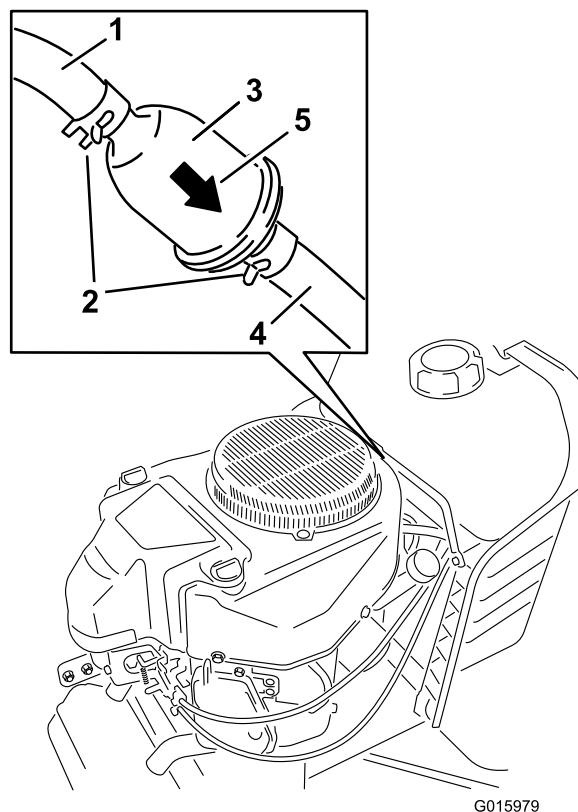

Figure 23
3. Soulevez le capot et repérez le filtre à carburant entre le réservoir et le moteur (Figure 23).
4. Pincez les extrémités des colliers et faites glisser ceux-ci pour les éloigner du filtre (Figure 23).
7. Rapprochez les colliers de flexibles du filtre (Figure 23) pour le fixer en place.